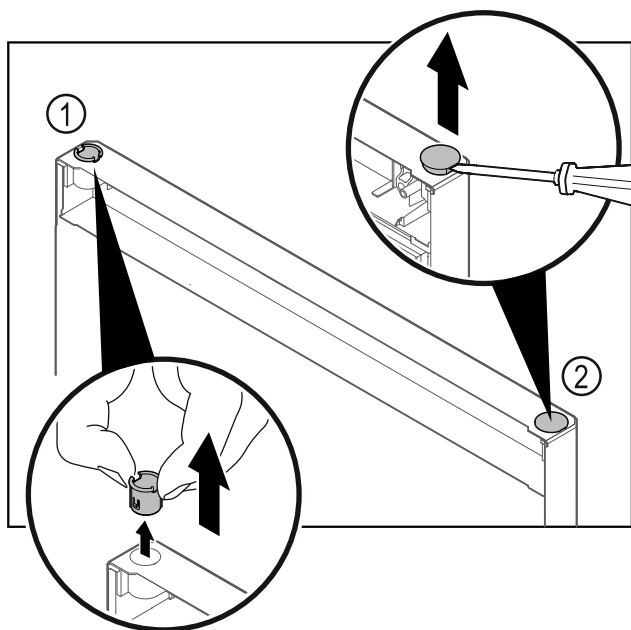

Fig. 40 Dvířka mrazničky
- Pouzdro závěsu Fig. 40 (1) vytáhněte prsty.
- Krycí zátku Fig. 40 (2) opatrně nadzvedněte plochým šroubovákem a vytáhněte.